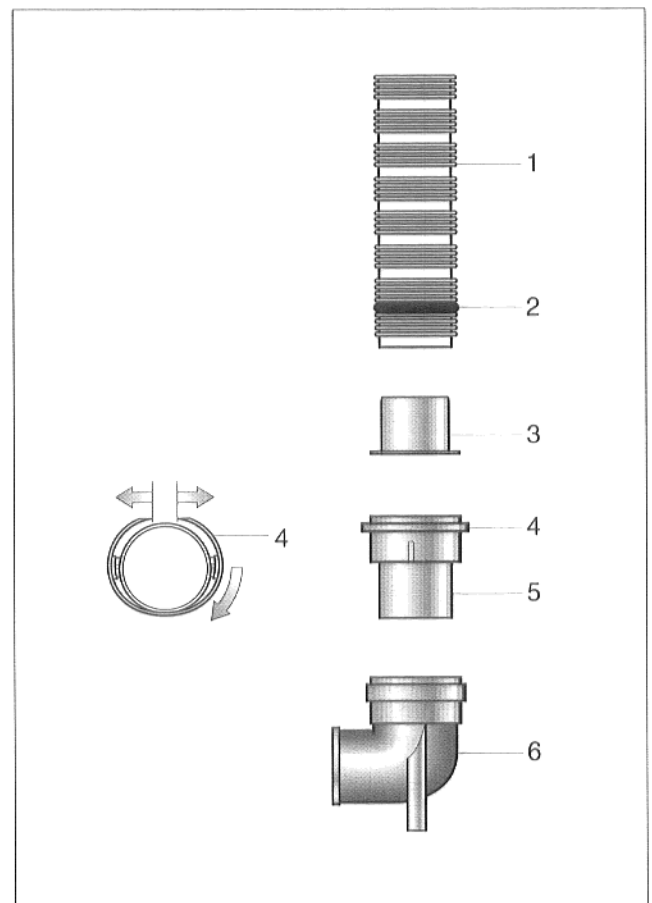

Abb. 22 Montage gerades Anschlußstück
- ÜB-Flex-Kunststoffrohr (Abb. 22, Pos. 1) rechteckig im glatten Rohrabschnitt abschneiden.
- Abstützring (Abb. 22, Pos. 3) in das ÜB-Flex-Kunststoffrohr einschieben.
- Silikondichtring (Abb. 22, Pos. 2) auf das ÜB-Flex-Kunststoffrohr schieben und im ersten glatten Rohrabschnitt fixieren. Darauf achten, daß die Dichtungslippen nach außen zeigen.
- Anschlußstück (Abb. 22, Pos. 5) auf das ÜB-Flex-Kunststoffrohr aufschieben. Dabei Bajonettring (Abb. 22, Pos. 4) aufspreizen und in einen glatten Rohrabschnitt einrasten lassen.
- Stützbogen (Abb. 22, Pos. 6) aufstecken.